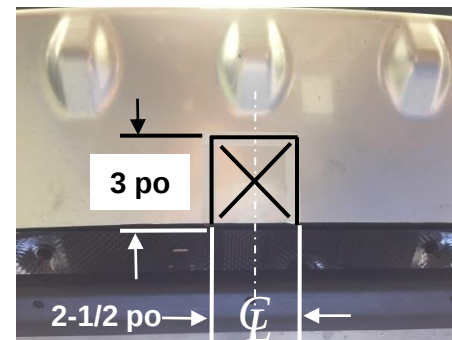

Figure 3
- Garniture du fascia:** À l'aide d'un marqueur, d'un ruban à mesurer et d'un ruban, trouvez le centre du fascia. À l'aide d'une meuleuse à matrice, coupez le fascia dans la zone illustrée à la figure 3.